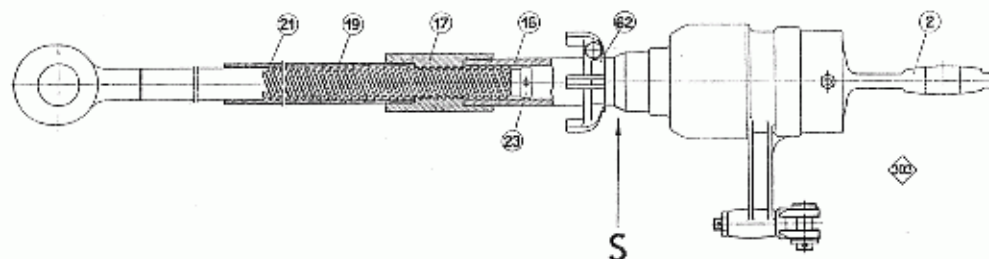

Abb. 14.
1. Der Stellerkopf ist bei S (Abb. 14) von dem Rohrteil abzuschrauben, ebenso die Ringmutter 23 von der Spindel, nachdem die Papphülse von dieser entfernt wurde.